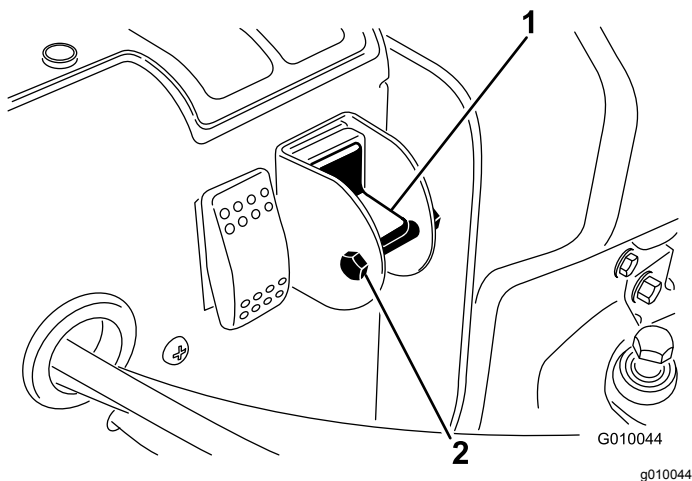

Figura 30
4. Rimuovete il bullone di bloccaggio e il dado dal selettore (Figura 30).